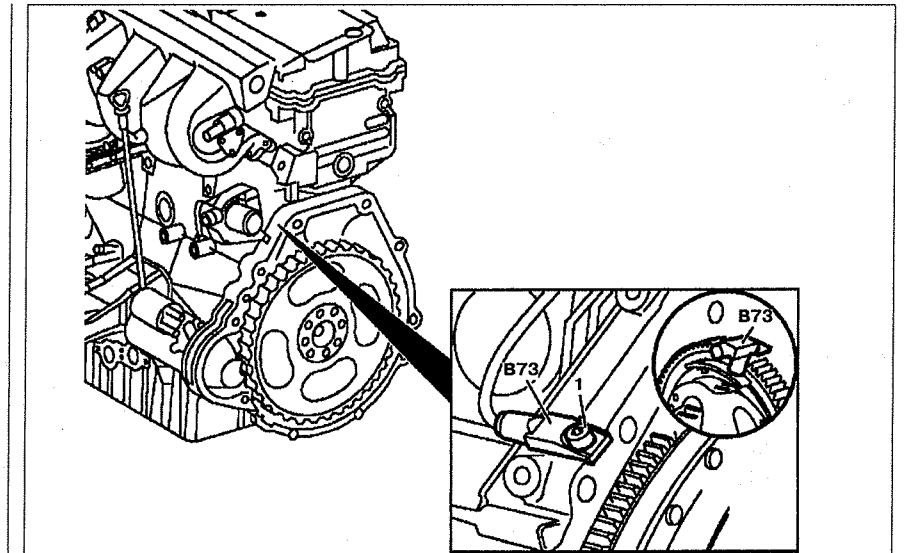

Рис. 2.131. Датчик положения коленчатого вала: 1. Болт, В73. Датчик положения коленчатого вала.
3. Открутите болт **1** и снимите датчик положения коленчатого вала **В73** (см.рис.2.131).